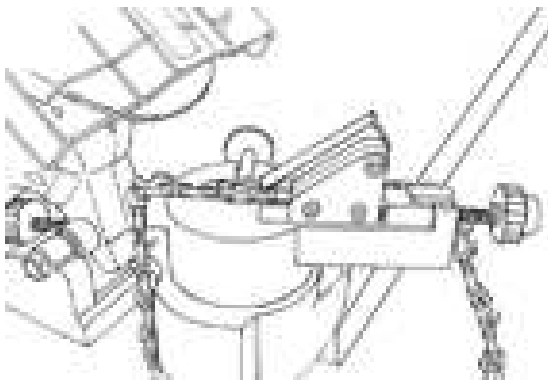

Рис. 6 Установка цепи
1. Установите цепь на рабочий стол станка так, чтобы режущая часть цепи была направлена в сторону заточного круга и зафиксируйте ее установочным клином (рис.6).